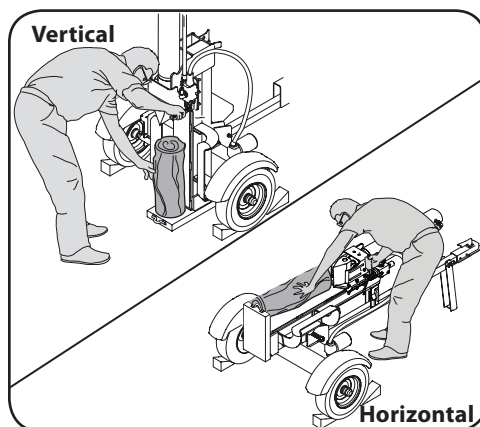

Figura 4-2
2. Trabe las dos ruedas por delante y por detrás. Vea la Figura 4-2.
3. Para estabilizar el tronco, coloque la mano izquierda en el costado del tronco que está frente a la viga como se indica en la Figura 4-2.